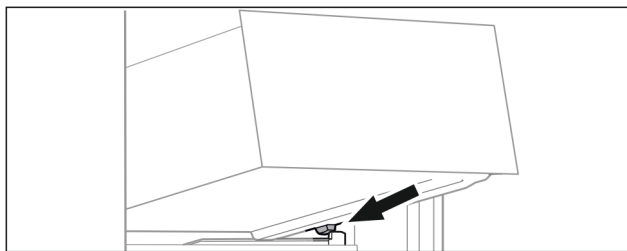

Fig. 67
- ▶ Predal postavite v poševnem položaju za zaustavljalniki na nastavek za posodo. (glejte Fig. 67)